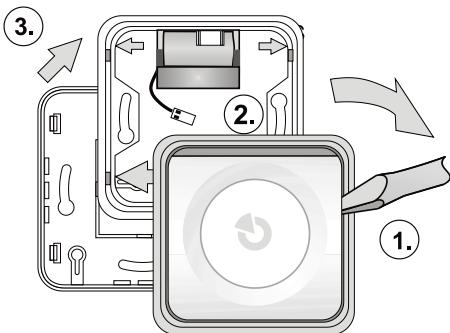

Figura 1: Desmontaje de la sirena antes de la instalación
1. Sacar el cuerpo de la sirena (botón) del marco de plástico presionando por los laterales (1.) utilizando un desatornillador como se muestra en la figura 1.
4. Fije la base de plástico en el lugar seleccionado. Si la sirena utilizar una batería, colóquela debajo del lado superior de la base de plástico como se muestra en la figura 1.